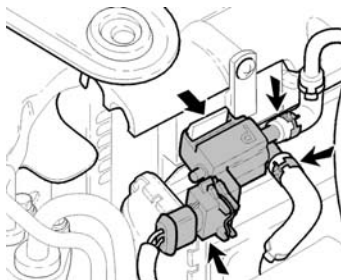

Abb. 5
- Taktventil vom Halter lösen (Abb.5) (bei Fahrzeugen Modelljahr 98/99 bis Fahrgestellnr.:... 414999 muss das Taktventil erneuert werden. Ab Modelljahr 2000 und Fahrgestellnr.:415000... muss nur der Halter geändert werden.).